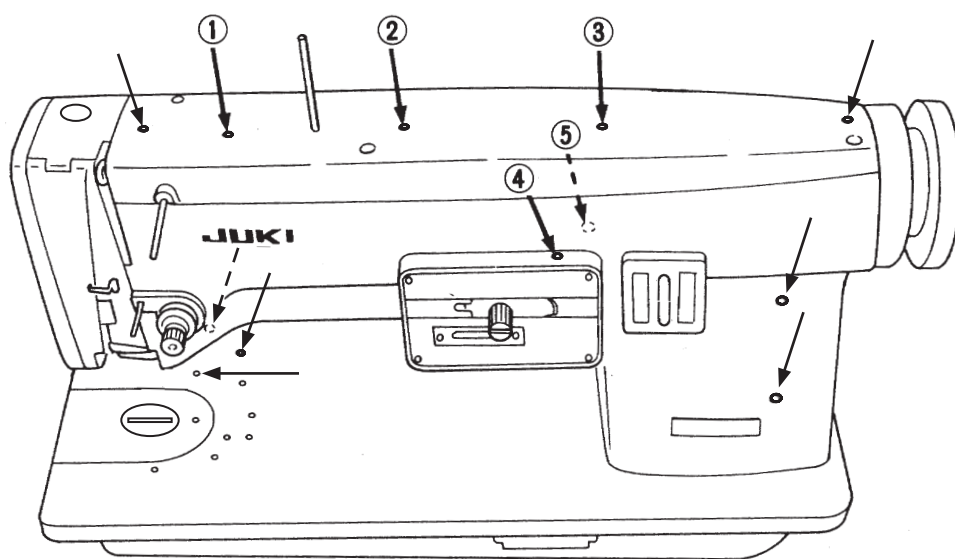

図8 給油個所
ミシンの取扱いの上で給油は大切なことです。毎日お使いになるとき、つぎの通り給油して下さい。まず、給油個所は赤印がつけられている油穴に毎日1～2滴注油して下さい。（図8で矢印で示された個所）特に、太い矢印で示されている①②③④⑤へは、毎日御使用前に5～6滴さして下さい。ここには油タンクがあって、ここから重要な個所へ給油されるように設計されています。（図8の破線の矢印は向側のベット上の油穴で図ではみえない）